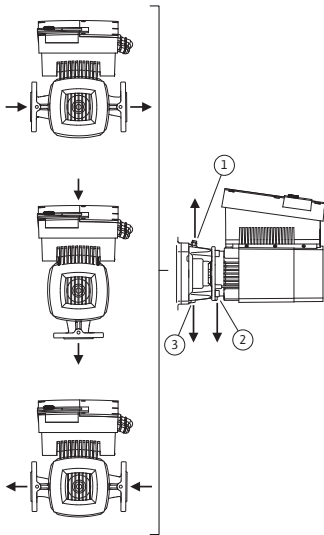

Fig. 23: Допустимые монтажные положения с горизонтальным валом электродвигателя
Допустимые монтажные положения с горизонтальным валом электродвигателя и электронным модулем сверху (0°) показаны на Fig. 23. Не показаны допустимые монтажные положения с монтированным сбоку электронным модулем (+/- 90°). Допускается любое монтажное положение, кроме «электронным модулем вниз» (-180°). Удаление воздуха насоса обеспечивается только при условии, что клапан для удаления воздуха обращен вверх (Fig. 23, поз. 1).
Только в этом положении (0°) может осуществляться направленное отведение накапливающегося конденсата через имеющиеся отверстия, фонарь насоса (Fig. 23, поз. 3) и электродвигатель (Fig. 23., поз. 2.). Для этого удалить пробку на фланце электродвигателя (Fig. 7, поз. 7a).
- При горизонтальном положении вала электродвигателя отверстие для отвода конденсата должно быть направлено вниз (Fig. 23, поз. 2). При необходимости следует соответствующим образом повернуть электродвигатель.